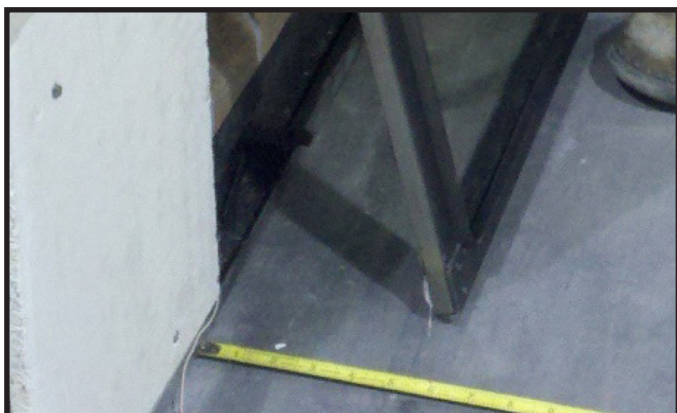

Figure 11.4 Positionnement de la vitre
2. Positionnez le panneau de verre fixe afin qu'il soit à environ 203 mm (8 po) de la face de l'appareil. Voir la figure 11.4.